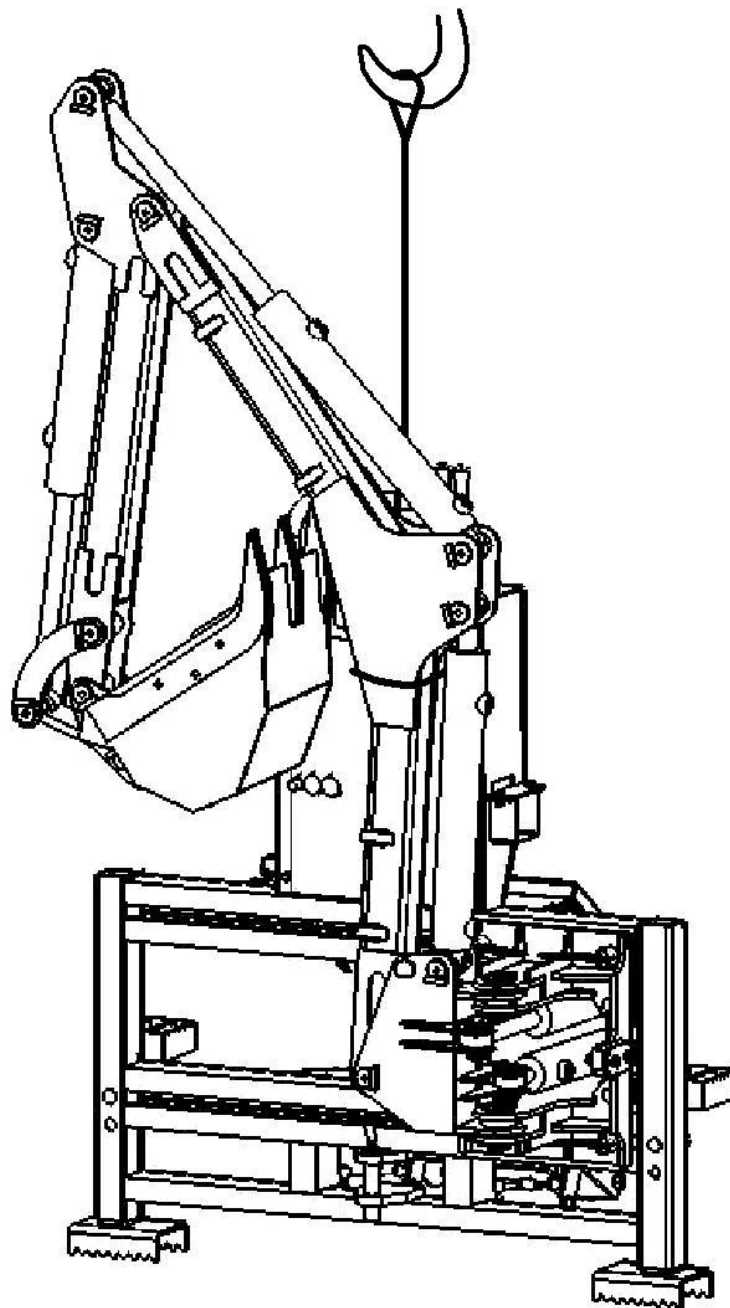

Рис.10.
5.2. При подъёме экскаватора краном стропить «на удавку» за стрелу (рис.10). Экскаватор при этом должен быть в транспортном положении, зажимные винты подвижной каретки 4 (рис.2) должны быть затянуты, стрела должна быть зафиксирована пальцем-фиксатором 5.1 (рис.2). Масса экскаватора 310 кг.